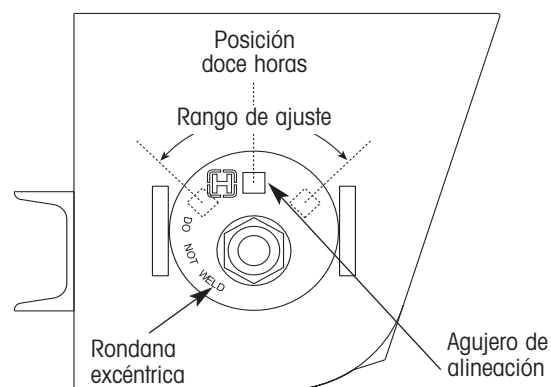

Figura 25. Detalles de orientación de la rondana excéntrica
3. En ambas conexiones pivote del eje delantero, inspeccione la orientación del agujero de alineación en la rondana excéntrica (figura 25). El agujero de alineación debe estar en la posición de las 12 horas, el cual es el punto medio del rango de ajuste de alineación. Si el agujero de alineación no está en la posición de las 12 horas, inserte un maneral de ½" en el agujero de alineación en la rondana excéntrica y gire la rondana hasta que este en la posición de las doce horas.